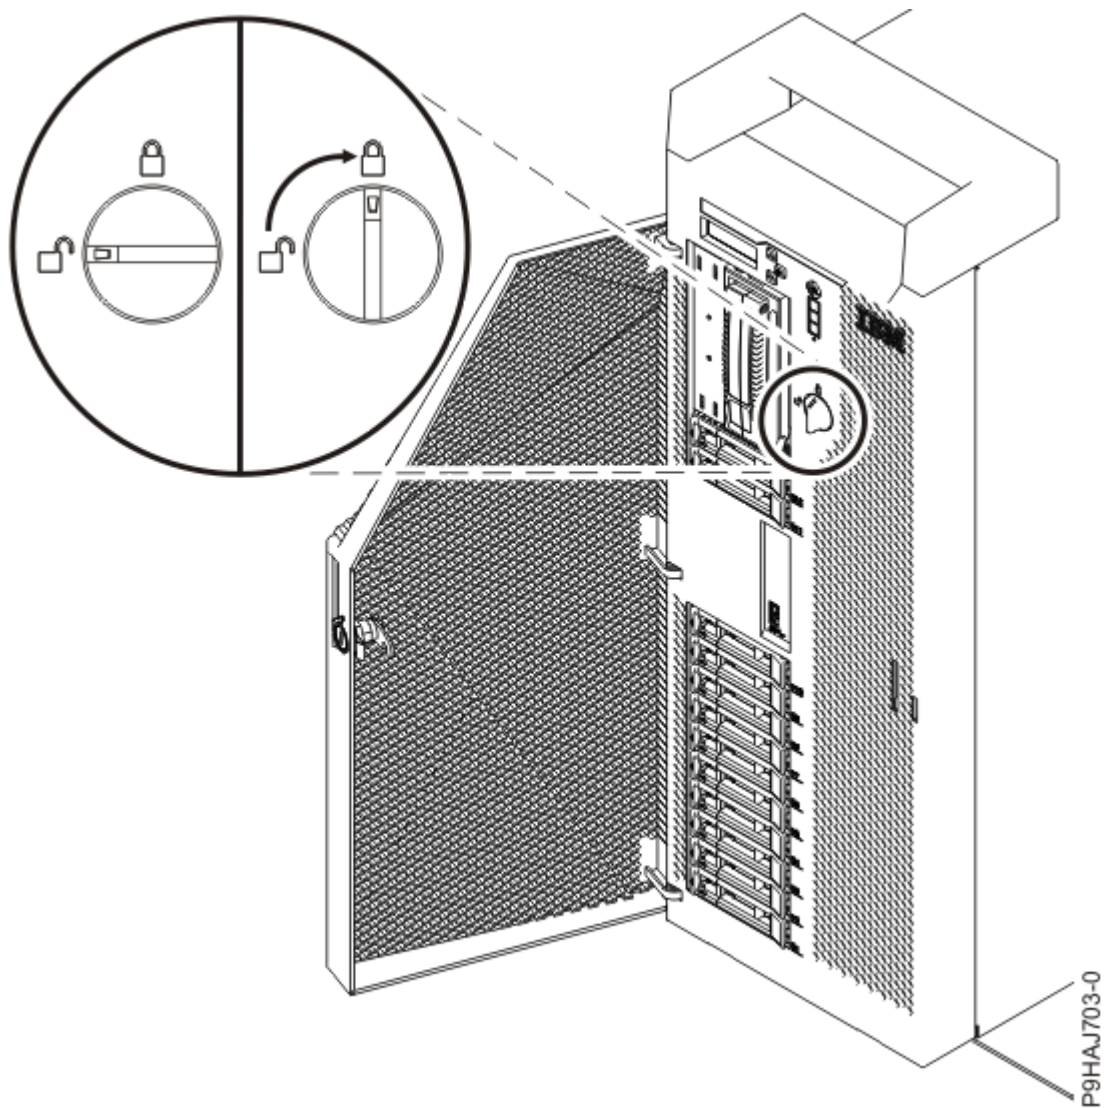

図 31. 前面カバー・ラッチのクローズ
- d) カバー・ラッチを右 (時計回り) にひねってカバーをロックします (33 ページの図 31 を参照)。